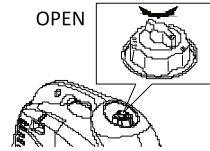

Рис. 14
- а)** Переведите клапан крышки бака в положение «ON» (Рис. 14).